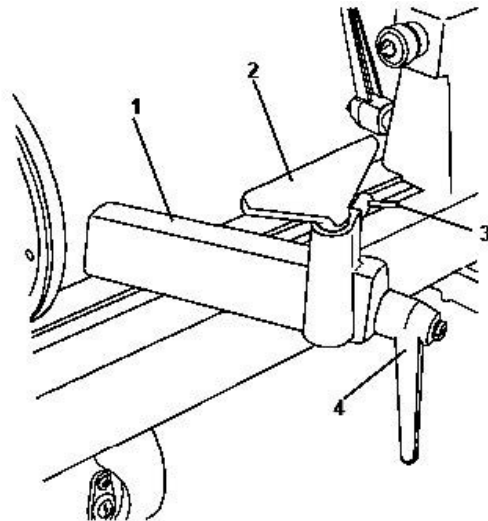

Abb. 12: Einstellen der Werkzeugauflage
Schritt 1: Um die Werkzeugauflage (Pos. 1, Abb. 12) zu bewegen, lösen Sie den Verriegelungshebel (Pos. 4, Abb. 12) und nach Lösen des Klemmhebels 3 bewegen Sie die Basis nach rechts oder links und nach hinten oder vorne.
Schritt 2: Nach Ausrichten der Werkzeugauflage ziehen Sie den Hebel (Pos. 4, Abb. 12) wieder fest.
Schritt 3: Um den Winkel der Werkzeugablage (Pos. 2, Abb. 12) einzustellen, lösen Sie den Verriegelungshebel (Pos. 3, Abb. 12) und verschieben Sie die Werkzeugablage in die gewünschte Position, und ziehen Sie den Feststellhebel an.
Schritt 4: Für den Wechsel auf die andere Werkzeugauflage lösen Sie den Verriegelungshebel (Pos. 3, Abb. 12) und ziehen die Werkzeugauflage (Pos. 2, Abb. 12) aus der Werkzeugauflegebasis heraus, setzen die andere Werkzeugauflage ein, stellen die gewünschte Position ein und ziehen den Verriegelungshebel (Pos. 3, Abb. 12) wieder fest.